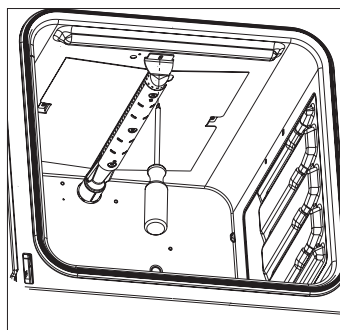

Figure 24
- Enlevez la vis et la rondelle maintenant le brûleur du gril en place, et sortez complètement le brûleur (Figure 24).